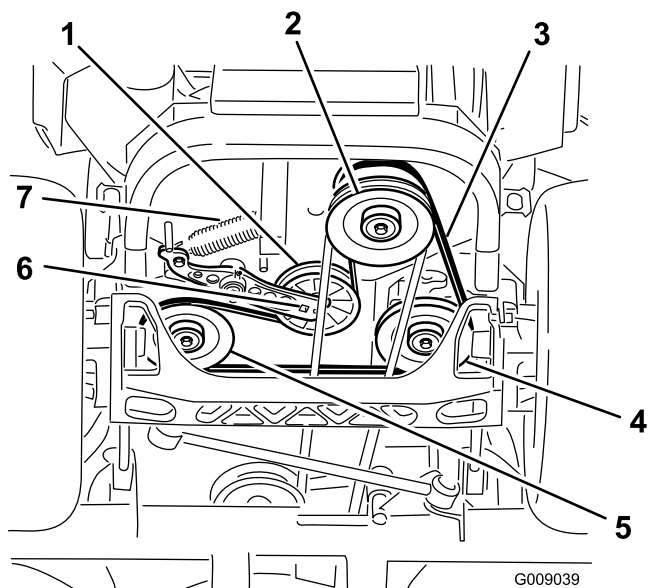

Figure 78
5. Insérez un rochet dans le trou carré du bras de la poulie de tension pour déposer le ressort de la poulie de tension (Figure 78).
6. Décrochez le ressort de tension sur le cadre (Figure 78).
9. Insérez un rochet dans le trou carré du bras de tension pour installer le ressort de la poulie de tension sur le cadre (Figure 78).